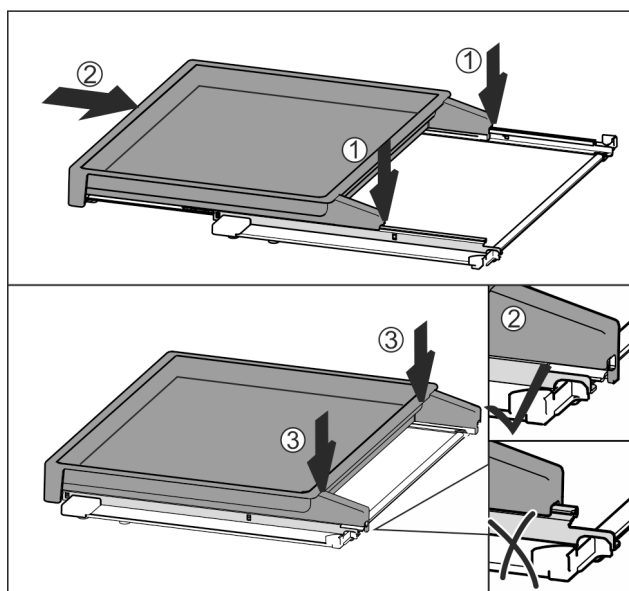

Fig. 155
- Nasadte uprostřed na kolejničky Fig. 155 (1).
- Vysouvací přihrádku zcela zasuňte Fig. 155 (2).
- Zatlačte pak na zadní straně, až slyšitelně zacvakne Fig. 155 (3).